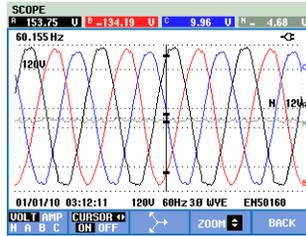

Figure 23-2. Forme d'onde, curseur activé
- Appuyez sur F2 pour activer le curseur. A l'aide des flèches gauche et droite, déplacez le curseur horizontalement le long des formes d'onde. La valeur des formes d'onde au curseur s'affiche alors dans l'en-tête de l'écran comme l'illustre la figure 23.2.